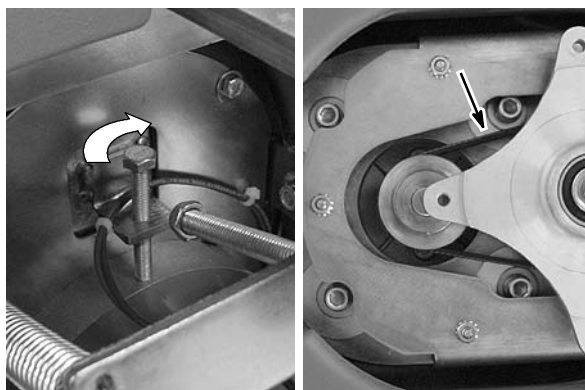

FIG. 15
- Tournez le boulon de réglage de tension dans le sens des aiguilles d'une montre, jusqu'à ce qu'une déflexion de 6 mm s'applique au niveau du point central de la courroie, pour une force de 4,5 kg (Figure 15).